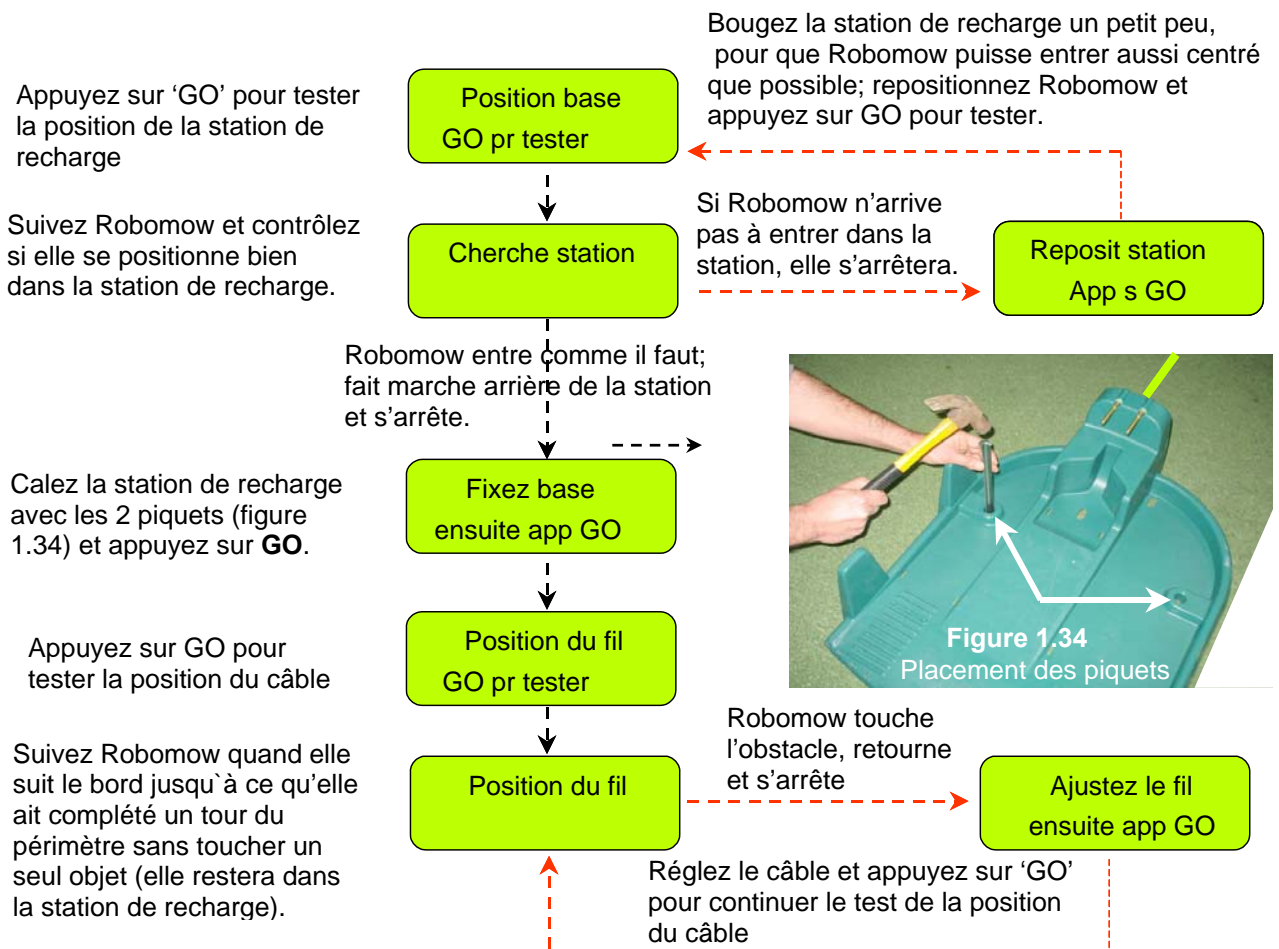

Figure 1.35
- Suivez les instructions, comme indiqué dans la Figure 1.35 pour accomplir l'essai de position de la station de recharge :